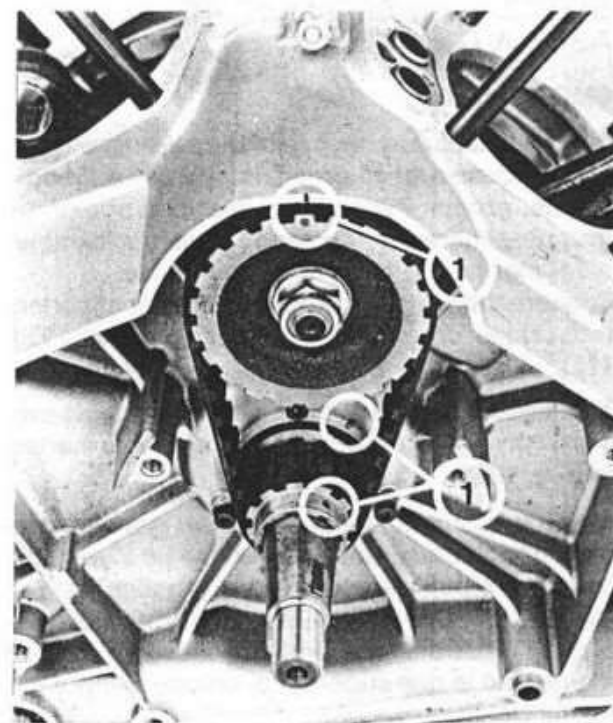

Fig. 122
**A montaggio ultimato, controllare che i segni di riferimento per la messa in fase siano correttamente allineati (vedi Fig. 122).**
**Having installed the belt, check that timing marks are correctly aligned (see Fig. 122).**